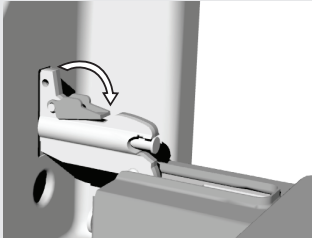

рис. 2
- Откиньте фиксаторы назад на 90° (при плавном закрывании дверцы, рис. 2).